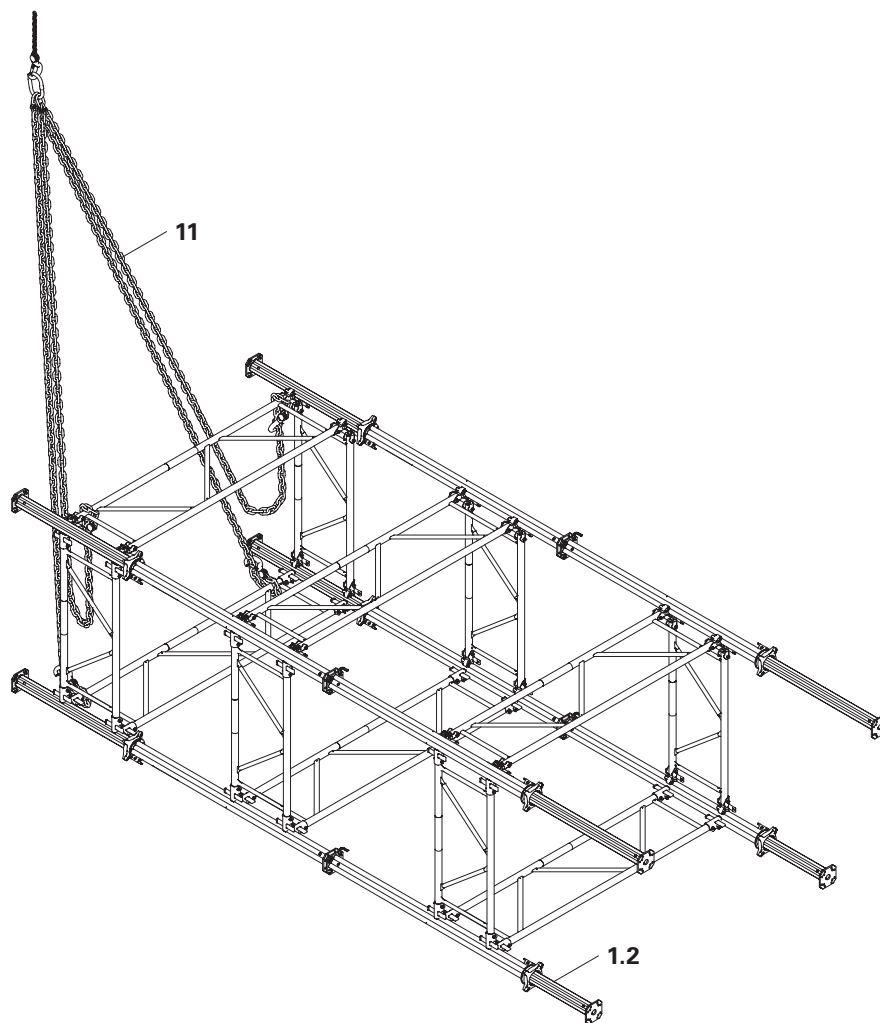

Fig. A7.02
4. Per lo smontaggio depositare la torre MULTIPROP su un piano uniforme. (Fig. A7.02)